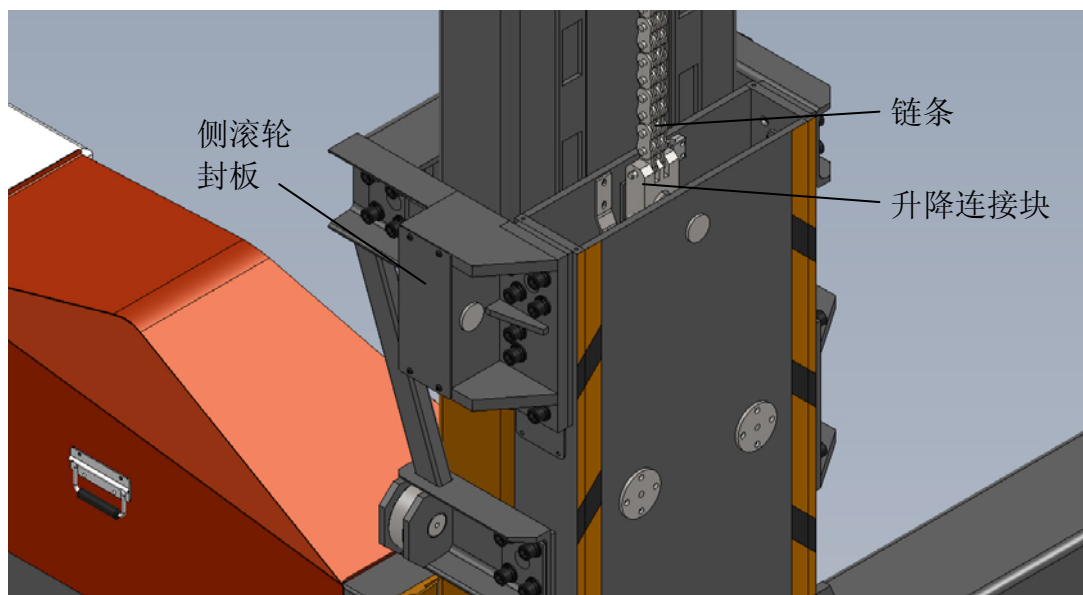

图 7
5.4.10 安装侧滚轮封板，将链条与立柱内的升降连接块用销轴及开口销连接起来。如图 7